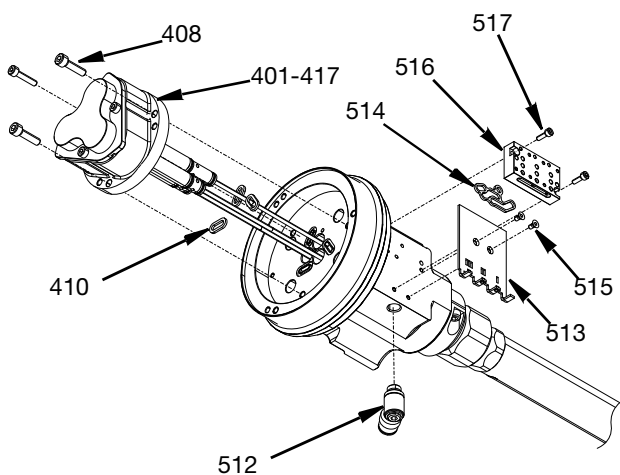

Рис. 15
1. Узел пневмоцилиндра (401-417) и игольчатые запорные клапаны (418) снимаются вместе путем отвинчивания трех винтов M5 SHCS (408).
**ПРИМЕЧАНИЕ:** Будьте осторожны, чтобы не повредить и не погнуть игольчатые запорные клапаны (418) при извлечении из корпуса. Различные уплотнения и прокладки, выбрасываемые при выполнении следующих процедур, необходимо заменить новыми перед повторной сборкой.
2. Герметизирующие прокладки (410) необходимо утилизировать.
3. Снимите коллектор пневмолинии (516), удалив винтовые крепления M3 SHCS (517) с помощью шестигранного ключа. Воздушные прокладки (514) необходимо утилизировать.
4. Снимите внутреннюю крышку (513), удалив винты M3 со шлицевой головкой (515) с помощью шестигранного ключа.
5. Удалите поворотный коленчатый фитинг BSPP 1/8 дюйма (512) с помощью шестигранного ключа. См. Рис. 15.